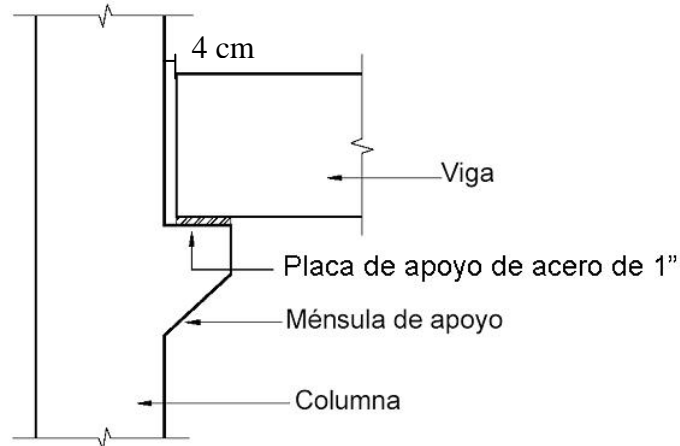

Figura 7: Ménsula corta a ser proyectada en el ejercicio 2 del TP N° 7
2) Diseñar la ménsula corta de la Figura 7 según Reglamento CIRSOC 201-05 con las dimensiones necesarias para soportar una viga, de tal forma que la ménsula se proyecta a partir de una columna de sección cuadrada de lados $b_x = b_y = 35$ cm. La restricción de la fluencia lenta y la contracción genera una fuerza horizontal estimada en $T = 18$ tn en el apoyo soldado.